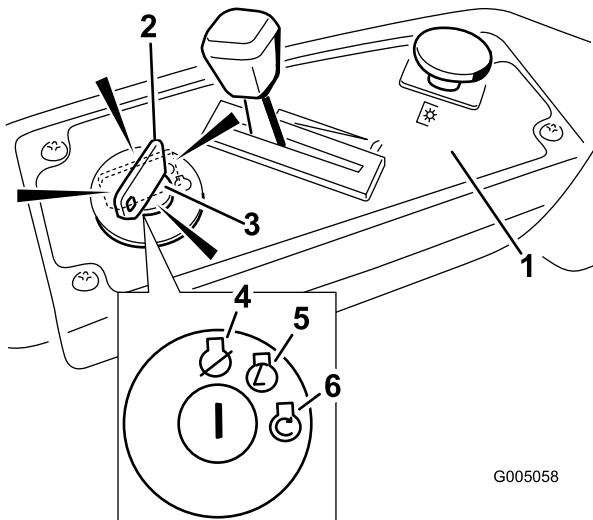

Figure 13
4. Tournez la clé de contact en position de démarrage pour activer le démarreur. Relâchez la clé quand le moteur démarre (Figure 13).
2. Placez la manette d'accélérateur entre la position haut régime et la position à mi course (Figure 13).